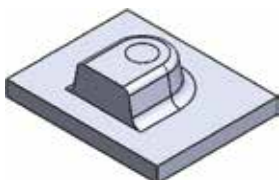
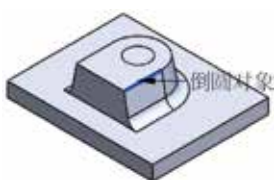

图 5.169 圆角 2
图 5.170 圆角对象
步骤 8 创建如图 5.169 所示的圆角 2。单击 **特征** 功能选项卡 下的 按钮, 选择 **圆角** 命令, 在“圆角”对话框中选择“恒定大小圆角” 类型, 在系统提示下选取如图 5.170 所示的边线作为圆角对象, 确认选中 ☒ 切线延伸(G) 复选项, 在“圆角”对话框的 **圆角参数** 区域中的 文本框中输入圆角半径值 2, 单击 ☒ 按钮, 完成圆角定义。